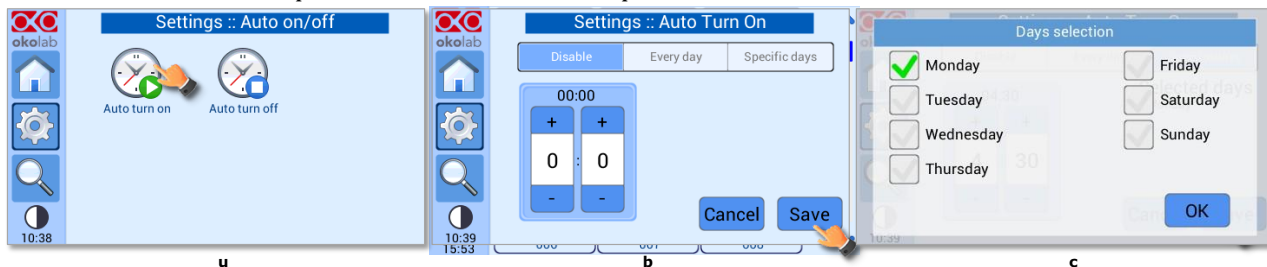

Figura 74. Menu di accensione automatica (a – b -c).
Premere l'icona di *accensione automatica* per accedere al menu di *accensione automatica* (vedere la Figura 74 a). Imposta l'ora di accensione, il primo numero è per l'impostazione dell'ora (da 0 a 23), il secondo numero è per i minuti. Se si seleziona:
- *Giorni specifici*: H401-T-CONTROLLER si accenderà automaticamente all'ora impostata nei giorni selezionati- Selezionare i giorni desiderati e premere OK (vedi Figura 74 c).
- *Giorni specifici*: H401-T-CONTROLLER si accenderà automaticamente all'ora impostata nei giorni selezionati- Flaggare i giorni desiderati e premere OK (vedi Figura 74 c).